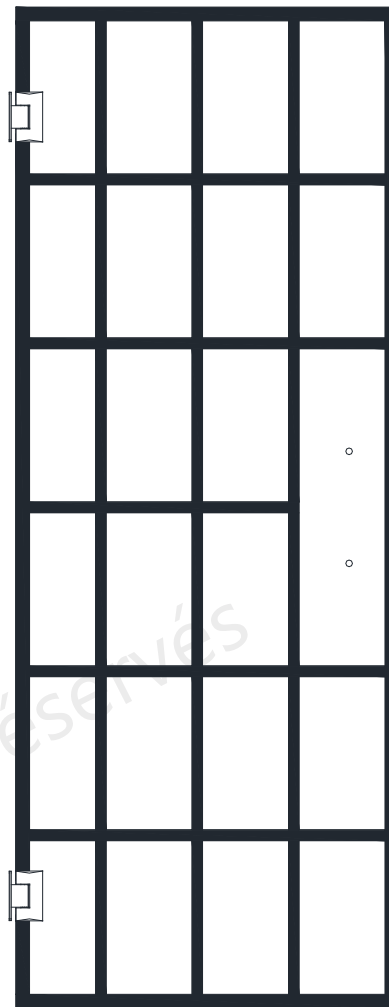

Fig 1b
1. Posez les **Charnières (N° 05)** sur la **Porte Vitrée (N° 01)**, en utilisant un joint statique en vinyle de **2 mm** pour charnière de chaque côté. Centrez la charnière dans l'encoche égale et symétrique avec la bordure de la vitre. (Fig 1a and Fig 1b)